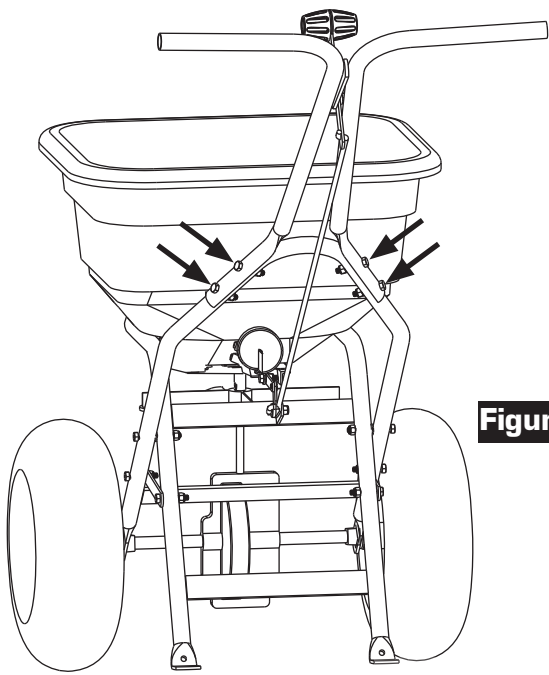

Figura 10
10. Conecte el conjunto de la manilla en el bastidor usando los (4) pernos de 1/4 x 1-1/2" y las contratuercas de nylon de 1/4" como se muestra en la Figura 10.